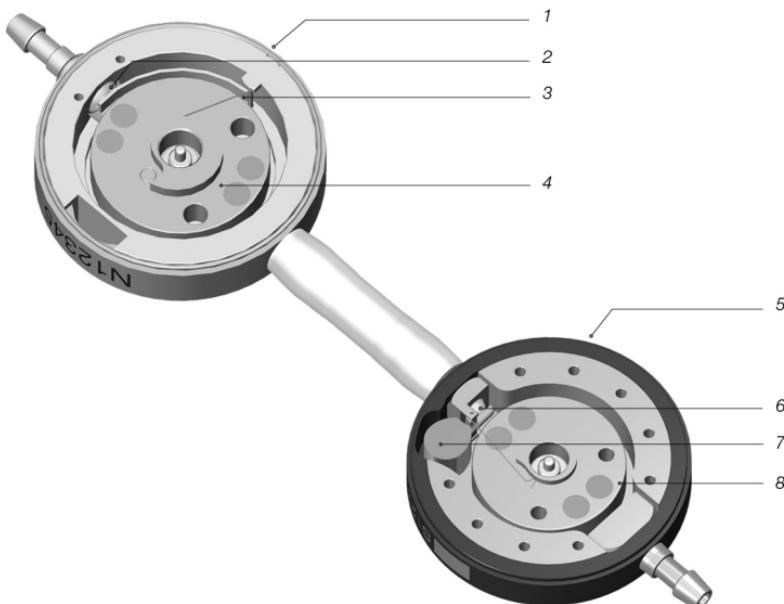

Fig. 1: Sección transversal de la M.blue plus
La M.blue plus es una válvula fabricada en titanio. Se compone de una unidad de presión diferencial ajustable (en adelante, también denominada proGAV 2.0) y una unidad gravitacional ajustable (en adelante, también denominada M.blue) (Fig. 1). La unidad de presión diferencial ajustable, situada en la parte proximal de la válvula (1), está formada por una carcasa estable de titanio dentro de la cual se integra, en su parte delantera, una válvula de bola y cono (2) de efi cacia probada. Un muelle de